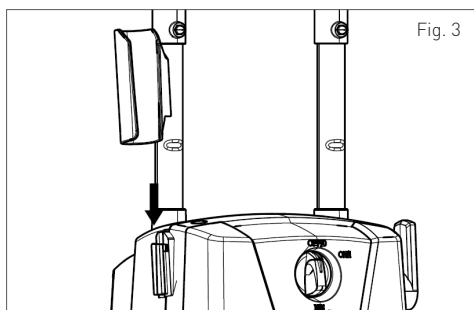

Fig. 3
(2) Deslize o Suporte da Pistola para a posição correta (fig.3).